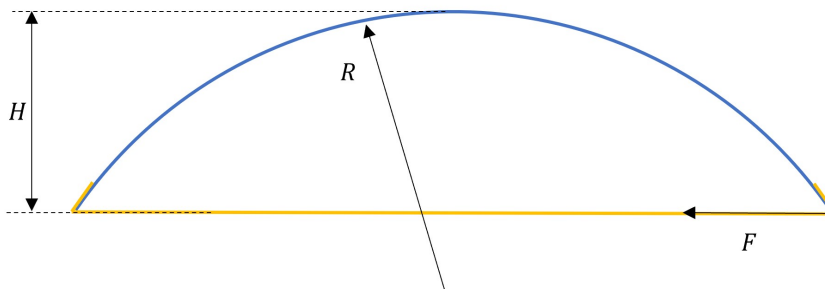

Рис. 7. Исследование изгибной жесткости линейки
**В3** Для разных степеней стягивания линейки (рис. 7) измерьте кривизну  $R^{-1}$  поверхности линейки в максимально удаленной от скотча точке, измерьте силу стягивания концов линейки  $F$  и расстояние  $H$  между максимальной удаленной от скотча точки поверхности линейки и скотчем. Проведите измерения для нескольких точек из диапазона высот  $H$  от 0 до  $H_{\max}$ . **2.6**